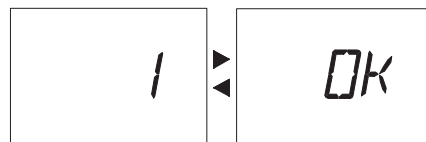

Рис. 37
- 4 Через 5 секунд после ввода желаемого значения **Расходомера** произойдет автоматическое сохранение настройки, после чего на ЖК-дисплее отобразится надпись **OK** (Рис. 37) в качестве подтверждения сохранения.